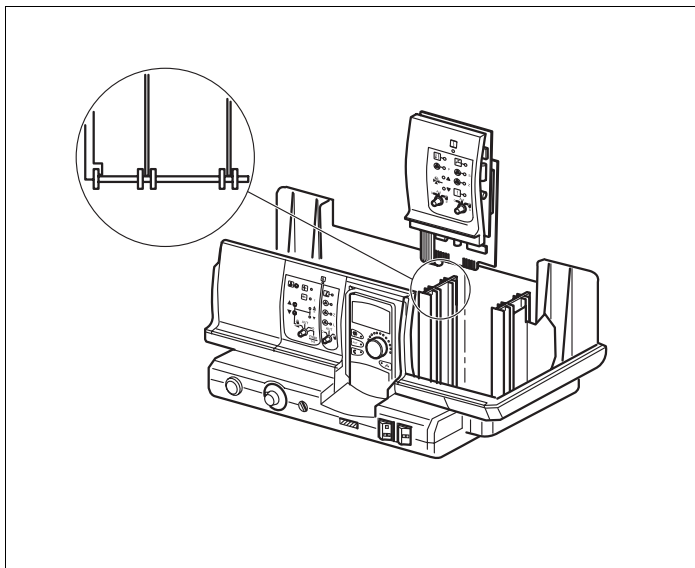

Рис. 15 Установка и демонтаж модуля
- Новый модуль вставьте сверху в свободный разъем, нажимая на планку датчиков (рис. 15). Убедитесь, что модуль хорошо встал на место.